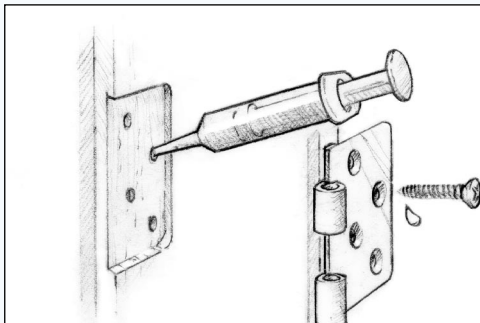

Figura 15 Pre-encole un taladro piloto de tamaño estándar e instale la fijación.
1. Pre-encole un taladro piloto de tamaño estándar y haga penetrar la mezcla de resina/endurecedor en el taladro con un limpia-pipas o una jeringa (Figura 15). Espese una segunda capa de epoxi si es necesario para taladros sobredimensionados o con la rosca dañada.